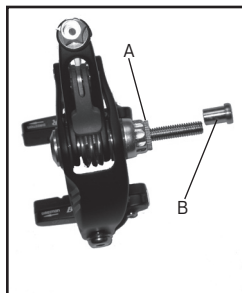

Figura 4: partes del freno de fijación
- 2 tuercas de fijación (Figura 4)